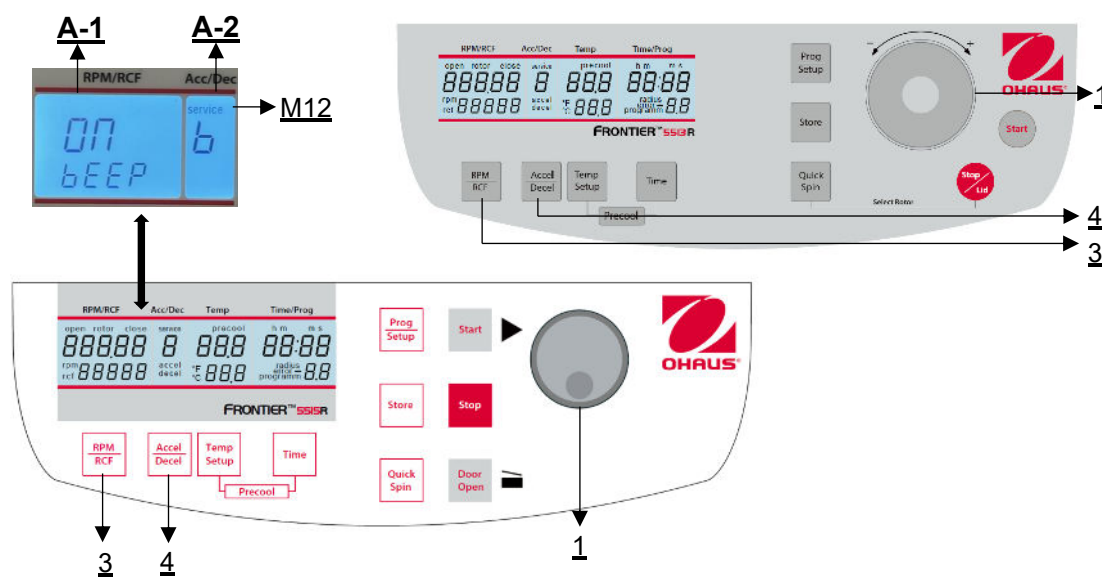

Abbildung 30
Gehen Sie wie unter Punkt 4.1.1 beschrieben vor, um in diesen Programmmodus zu gelangen und drücken Sie dann die Taste **"Accel/Decel"** (4). Im Display **"Acc/Dec"** (A-2) blinkt das Wort **"Service"** (M12). Wählen Sie nun mit dem Touch wheel (1) den Buchstaben **"b"**, aus. Daraufhin erscheint in der Anzeige **"RPM | RCF"** (A-1) das Wort **"ON/BEEP "**. Nach Drücken der Taste **"RPM | RCF"** (3) können Sie mit dem Touch wheel (1) den Tastatursound (On) oder (Off) ein- bzw. ausschalten (**siehe Abbildung 30**).